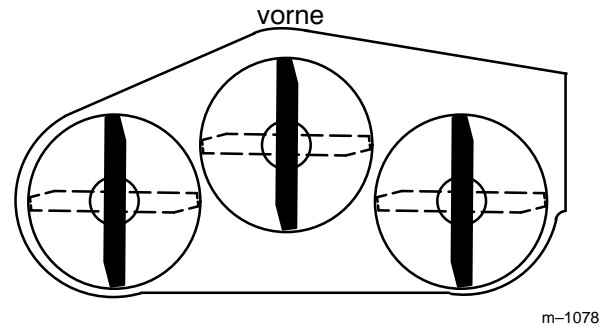
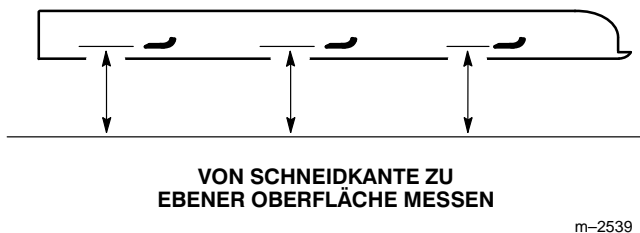

Abbildung 8
Abbildung 9
1. Die Schnittmesser drehen, bis die Enden nach vorne und hinten zeigen (Abb. 8). Von einer ebenen Oberfläche zur Schneidkante der Schnittmesser messen (Abb. 9). Den Meßwert notieren.